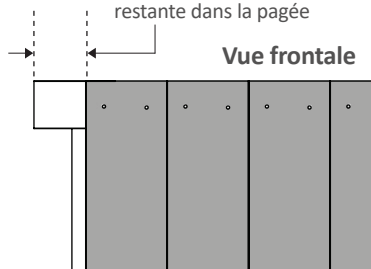

Fig. 30
5. Lorsque vous avez terminé un coin et que vous commencez une nouvelle pagée, le bord de la première planche de la nouvelle pagée doit être aligné à la face de la dernière planche de la pagée précédente, comme illustré à la fig. 30.